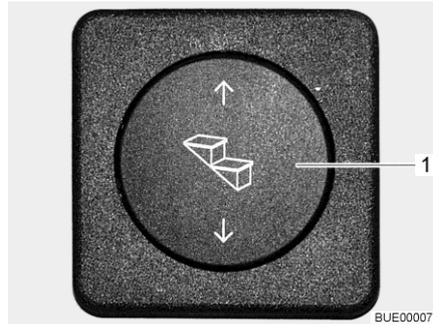

Fig. 4 Interruttore a bilico scalino di ingresso
- Estrazione:** ■ Premere in basso l'interruttore a bilico (Fig. 4,1) fino a che lo scalino di ingresso è stato completamente estratto.
- Inserimento:** ■ Premere in alto l'interruttore a bilico (Fig. 4,1) fino a che lo scalino di ingresso è completamente inserito.